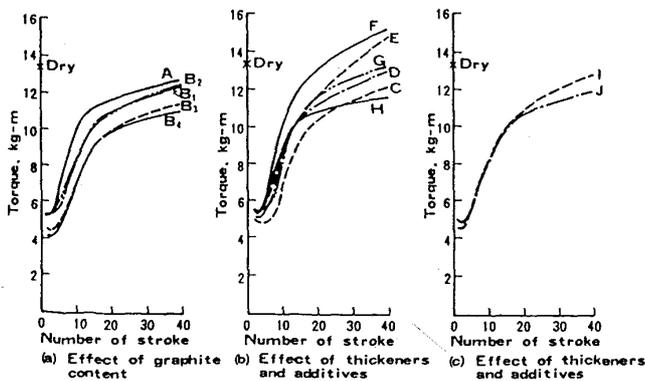

Fig.2 Torque-Number of Stroke Curve.
(1) Fig.2にPoint Aから1.4m回転した位置のトルクとストローク回数の関係を示す。グラファイト含有量の多いものがトルク上昇が小さく、B₃やB₄は、保持性がよいといえる。また、C、Hの保持性も比較的良好である。